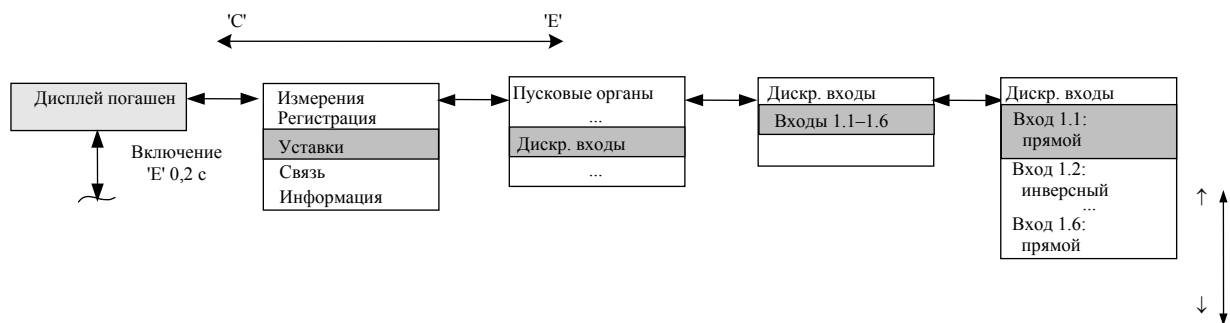

Рис. 2.4.3
Конфигурация входных дискретных сигналов производится при помощи меню так, как показано на Рис. 2.4.3.
*Примечание к Рис. 2.4.3 – Номер входа и назначение входа («прямой» или «инверсный») выбирается путем установки курсора на нужную позицию с помощью клавиш со стрелками.*